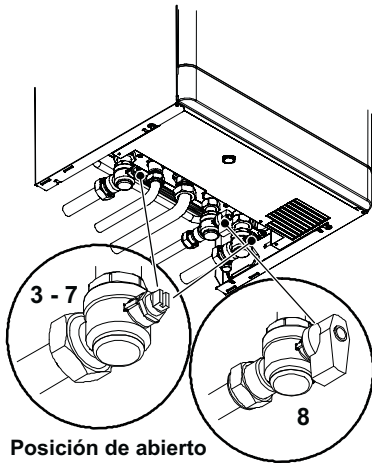

Fig. 6.1
- Abrir los grifos de ida y retorno calefacción 3 y 7 Fig. 6.1.
- Abrir el grifo 8 Fig. 6.1.